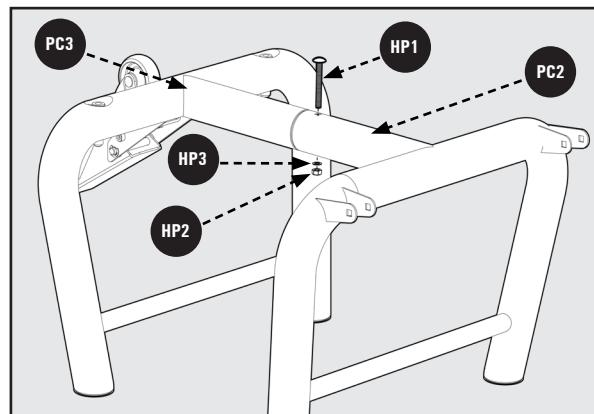

Figure 1
1. Raccordez les deux jambes du tube en insérant l'extrémité de la jambe gauche **PC2** dans l'extrémité de la jambe droite **PC3**. À l'aide d'une clé de 13mm, fixez-la avec un boulon de carrosserie M8 x 75mm **HP1**, Rondelle plate M8 **HP3**, un écrou M8 Nylock **HP2**, puis serrez. Comme le montre la Figure 1.